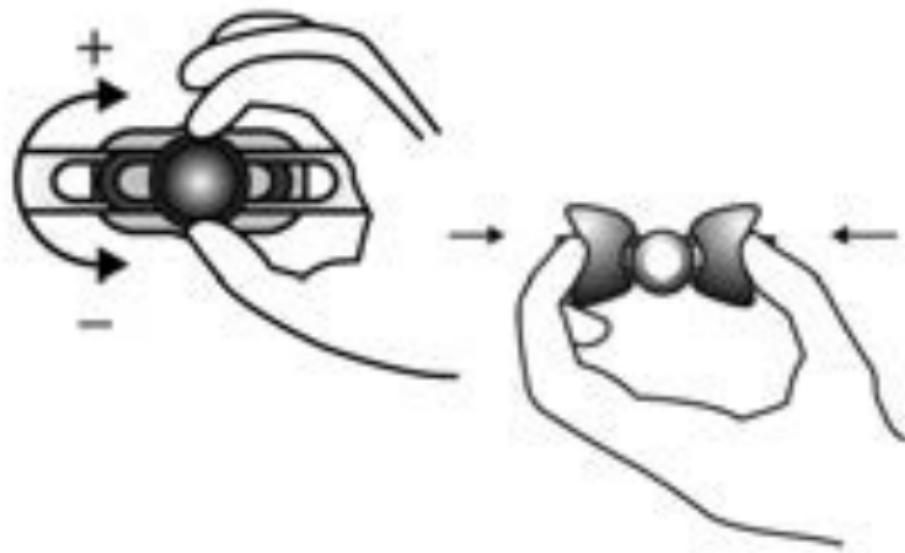
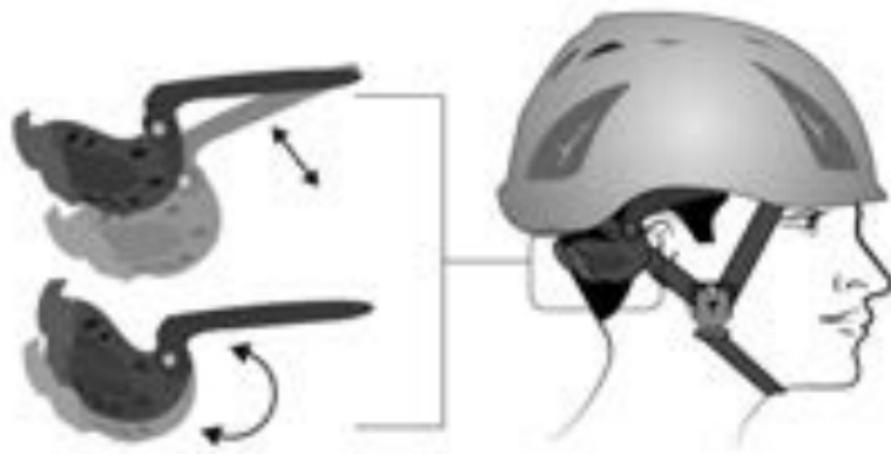

Fig. 2
Fig. 3
**ヘルメットの調節:** ヘルメットを頭に装着し、後頭部のダイヤルを回して大きさを調節します(締めるには時計回りに、広げるには時計と反対回りに回すこと)。または、マジックテープ(取付けられている場合)の二つの合わせ部をしっかりと締め、適当な張りが保てるよう調節します(図2)。図のようにサイズ調節ユニットを首筋のところに配置し(図3)、斜めにして高さを調節します(その機能が付いている場合)。留め具の金具を合わせて片方をもう一方に差し込み、カチッと音がするまではめ込みます(図4)。留め具がしっかりと止まったことを確認します。ベルトの長さをのどのところで調節し、頭上でヘルメットがしっかりと固定できるように調節します。ラバーリングがリボンの末端にくるようにし、ブラブラして邪魔にならないようにします。横のリトラクターをスライドさせながら調節し、ちょうどいい位置に留めます(図5)。ヘルメットを頭から外すには、あご下ストラップの留め具の両側のボタンを同時に押してベルトを開きます(図4)。).
**头盔的调整：**请将头盔戴上后再旋转后旋钮（顺时钟方向为锁紧，逆时钟方向为松开），然后再（仅限具有此系统的款式）将快速关闭系统的两个零件靠拢，直达到您要的尺寸为止（图 2）。将调节系统置于后颈部（图 3），将它斜放（仅限具有此系统的款式）并调整高度。将搭扣插入另一端，直到听见闭锁机构发出咬合声，以系上束带（图 4）。拉扯搭扣，检查是否已固定。调整颈带长度以将头盔固定在头上。橡胶环必须位在带子的末端以免晃动。调整侧边定距器，沿着带子移动到所要的位置（图 5）。若要取下头盔，则同时按下两侧锁扣的按钮即可松开颈带（图 4）。